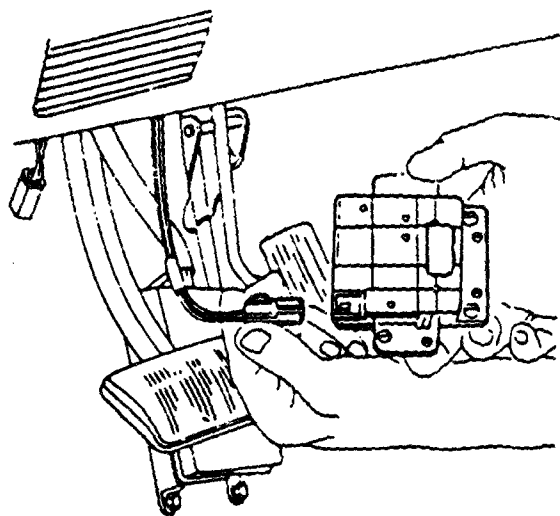

图 1-8 排放系统维修定时器的更换
- 2) 将计时器从支架上拿下来, 然后将电路插接件断开, 并把计时器从车上拿开, 见图 1-8。